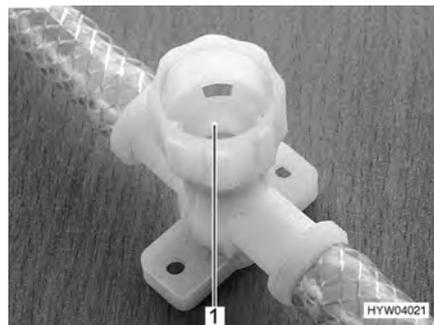

Fig. 130 Llave de desagüe para calentador Therme
- Cerrar todas las llaves de desagüe. Para ello, girar los capuchones (Fig. 130,1) en sentido de las agujas del reloj.
- Abrir todas las llaves de desagüe del calentador Therme. Para ello, girar los capuchones (Fig. 130,1) en sentido contrario a las agujas del reloj.